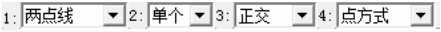

图 4-49 设置立即菜单
2) 选择下拉菜单“绘图”→“直线”命令，或者单击“绘图工具”工具栏上的“直线”按钮，设置立即菜单选项为“单个”和“正交”，如图 4-49 所示。